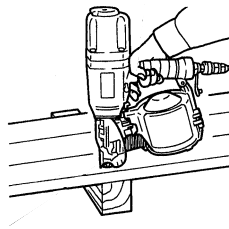

Fig. 7
- Vous pouvez poser l'outil sur une surface plane comme indiqué à la Fig. 7.